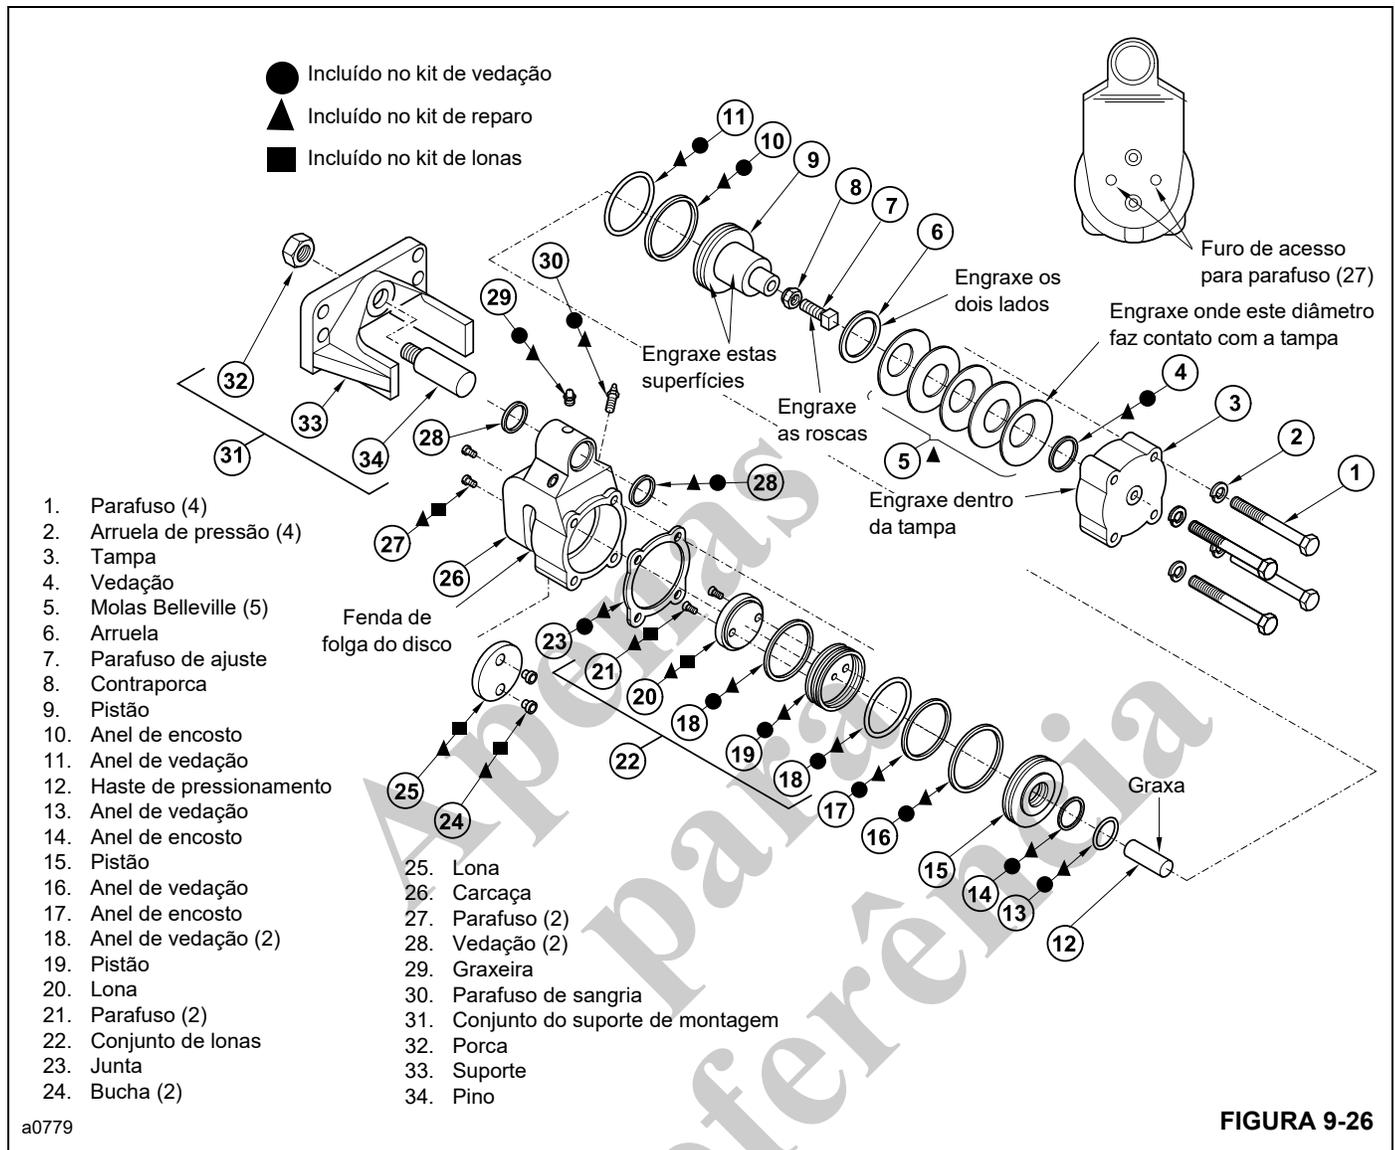

FIGURA 9-26
O kit de lonas é indicado na Figura 9-26 com um símbolo ■.
4. Solte a contraporca **8** (Figura 9-26) e recue o parafuso de ajuste **7**.
cionar o freio. Essas peças são indicadas na Figura 9-26
11. Remova os parafusos **1**, Figura 9-26, as arruelas de pressão **2**, a tampa **3** e a junta **23**. Com uma chave de fenda fina, remova a vedação **4** da tampa **3**.
NOTA: Revista as superfícies indicadas na Figura 9-26 com graxa de rolamento EP à base de lítio N° 2, ou equivalente.
19. Instale a nova lona de freio **25** (Figura 9-26) na carcaça **26** usando buchas **24** e parafusos de cabeça cilíndrica **27** novos. Aperte os parafusos com um torque de 2,5 a 3,3 Nm (22 a 28 lb-pol.).
Há um kit de vedação disponível para o freio de estacionamento. Ele inclui todas as peças necessárias para substituir todas as vedações do freio. Essas peças são indicadas na Figura 9-26 com um símbolo ●.
10. Remova os parafusos **1** (Figura 9-26), as arruelas de pressão **2**, a tampa **3** e a junta **23**. Com uma lâmina fina, remova a vedação **4** da tampa **3**.
NOTA: Revista as superfícies na Figura 9-26 com graxa de rolamento EP à base de lítio N° 2, ou equivalente.